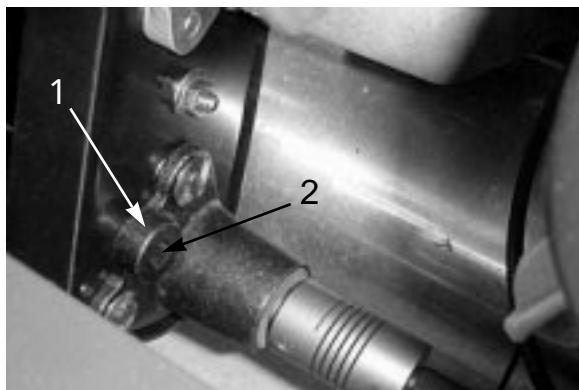

図 43
- B . 3/8インチのトルクレンチでペアリング・ハウジングを0.4 ~ 0.46 kgmのトルクで回転させてベルトを張る(図43)。